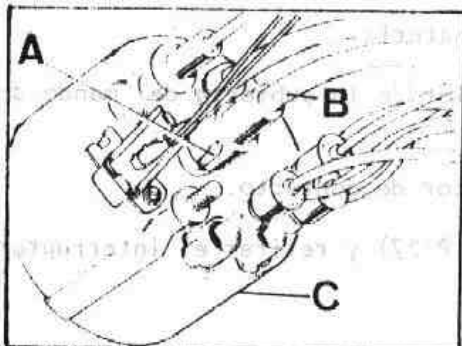

Fig. P-29 Cable del velocímetro
- 1.3. Comprimir la abrazadera de presión, A (Fig. P-29) y retirar el conjunto del cable velocímetro, B.